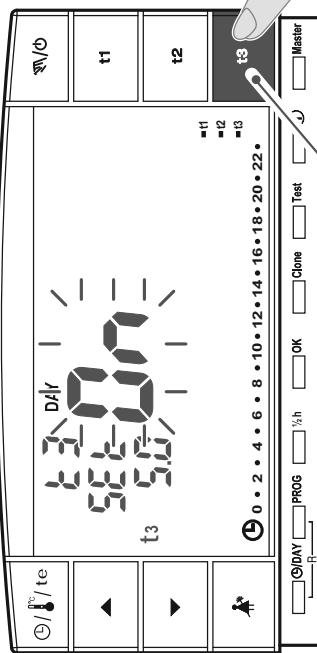

fig. 41
- Mantener presionada la tecla t3 hasta que aparezca en la pantalla el mensaje parpadeante **ON** (función activa) o sino **OFF** (función desactiva) y el mensaje de la temperatura de set t3 configurada en el momento (ejemplo **5.0c** - fig. 41).